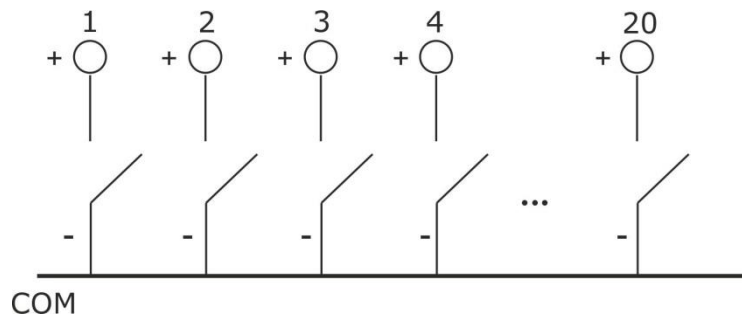

Рисунок 3. Схема подключения внешних контактов вызова
2. Проложить кабель от требуемых устройств (абонентские устройства громкой связи, контроллер, радиоконтроллер, 4-х канальный радиоприемник) к табло отображения и подключить его следующим образом: выход **+** устройства к клеммам 1 - 20, выход **-** устройства к клеммам COM (см. рис.3).